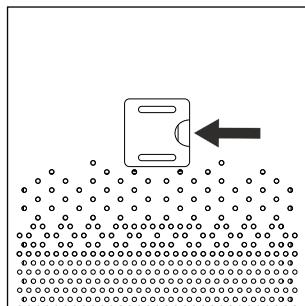

Fig. 1
2. Aprire il coperchio del vano sensore di particelle **11** sul lato posteriore dell'apparecchio, inserendo il dito nell'apertura del coperchio **11** (vedere Fig. 1). Quindi tirare il coperchio **11** verso di sé finché non si apre.